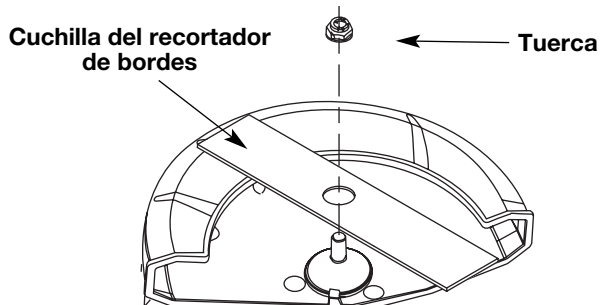

Fig. 16
- Instale la cuchilla nueva y la tuerca (Fig. 16).